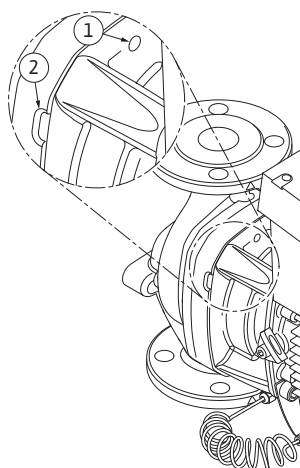

Fig. 53: Διατρήσεις σπειρώματος και εγχοπές για την απόσπαση της πτερωτής κινητήρα από το κέλυφος της αντλίας
13. Αφαιρέστε την πτερωτή κινητήρα (βλέπε Fig. 13) από το κέλυφος της αντλίας. Για τον σκοπό αυτό, συνιστάται η χρησιμοποίηση δύο διατρήσεων σπειρώματος (Fig. 53, θέση 1), κυρίως για το λύσιμο της έδρας. Βιδώστε κατάλληλες βίδες στις διατρήσεις σπειρώματος για το λύσιμο της έδρας. Εάν η πτερωτή κινητήρα είναι ευκίνητη, για την απόσπαση μπορούν να χρησιμοποιηθούν και οι εγχοπές (Fig. 53, θέση 2) ανάμεσα στο κέλυφος της αντλίας και τη λατέρνα (για τον σκοπό αυτό, τοποθετήστε π. χ. δύο κατσαβίδια και χρησιμοποιήστε τα ως μοχλούς). Μετά από διαδρομή περίπου 15 mm, η πτερωτή κινητήρα δεν οδηγείται πλέον εντός του κελύφους της αντλίας.